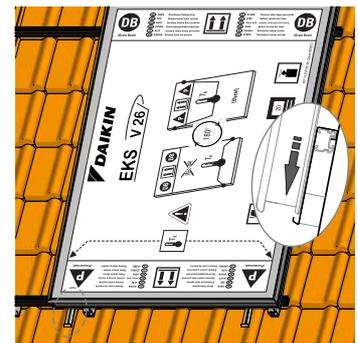

Fig. 3-19 Depositare il collettore piano e orientarlo
4. Sollevare il collettore piano sulle guide profilate di montaggio come illustrato nella fig. 3-19, depositarlo e agganciarlo con precauzione ai ganci di fissaggio.